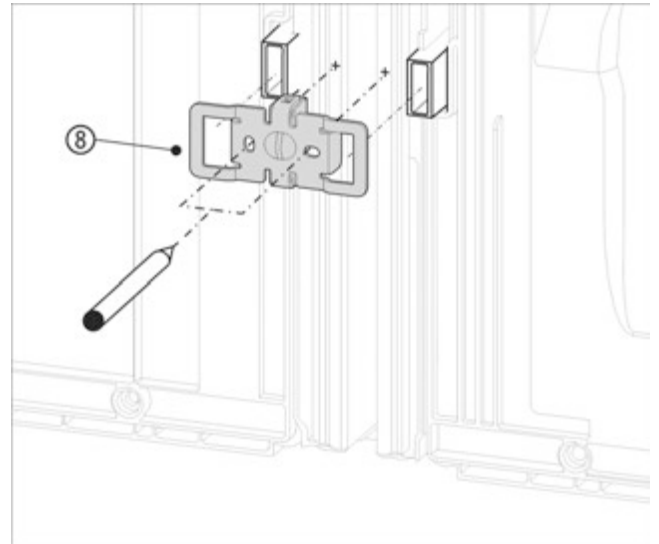

Fig. 17 Приблизне відображення
- ▶ Всунути кут Fig. 17 (8) з виїмками через кріплення для пристінної розпірки.